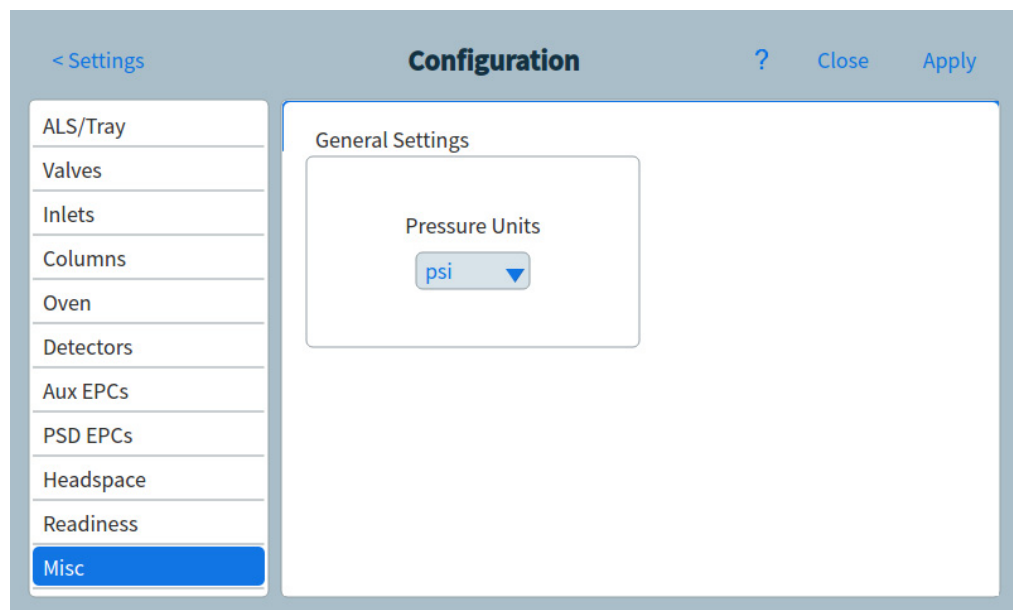

Figure 73. Page des paramètres divers
- 1 Sélectionnez **Paramètres > Configuration > Divers**. Voir **Figure 73**.